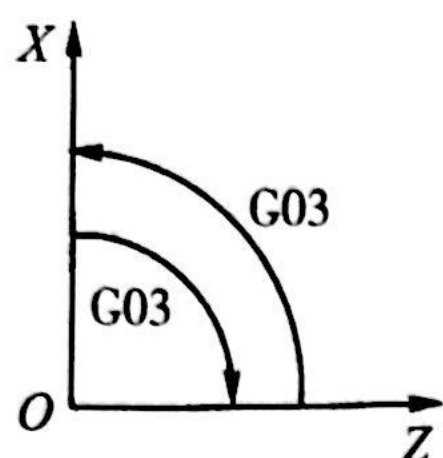

图 2-64 G02/G03 判断
(2) G02/G03的判断，如图2-64所示，圆弧插补的顺逆是从垂直于圆弧所在XOZ平面的坐标轴的正方向看到的回转方向，顺时针圆弧为G02，逆时针圆弧为G03。